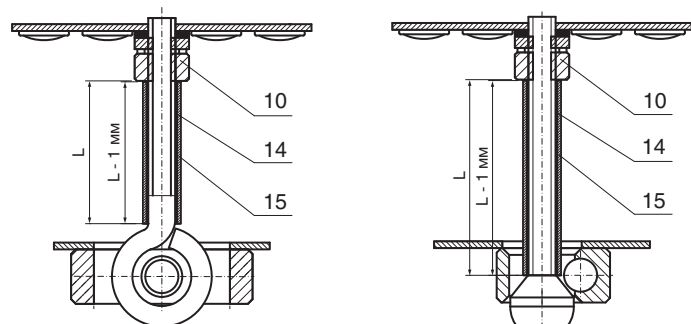

рис. 6
8. Отрегулировать длину кронштейна так, чтобы при плотно закрытом капоте штырь проходил в отверстие кольца. При закрытом замке капота поднятие капота должно быть минимальным, чтобы через образовавшийся зазор было невозможно повреждение или устранение кронштейна. В случаях, когда при установке кронштейна есть вероятность его устранения путем спиливания, необходимо установить специальную втулку (см. рис. 6).
- Отрегулировать длину кронштейна так, чтобы при плотно закрытом капоте штырь частично перекрывал отверстие, в которое входит кронштейн. При закрытом замке капота поднятие капота должно быть минимально возможным, чтобы через образовавшийся зазор было невозможно повреждение или устранение кронштейна. В случаях, когда при установке кронштейна есть вероятность его устранения путем спливания, необходимо установить специальную втулку (см. рис. 6).